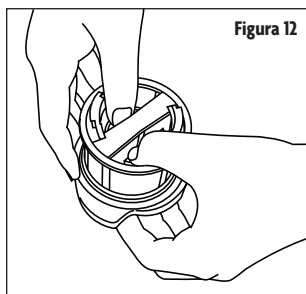

Figura 12
- a. Filtro Basto: Objetos grandes que no pueden bloquear el desagüe quedan retenidos en el filtro basto. Para eliminar objetos retenidos por el filtro basto, primero retire el filtro fino (b) y luego volteeólo y presione suavemente la parte inferior del filtro basto (a) hasta que se libere. (vea la figura 12). Vacíe cuidadosamente el filtro y colóquelo nuevamente en su lugar una vez limpio.